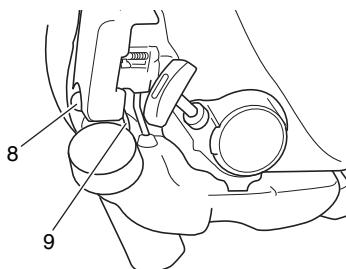

Fig. 5
* Presione varias veces el bulbo de ceba-dor (8), de manera que el combustible fluya a través del bulbo o de la tubería de retorno (9). (Fig. 5)